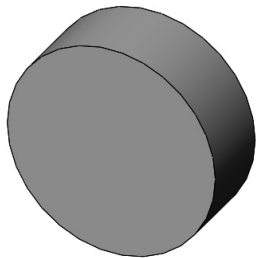

图 4-67 实体模型
- [1] 打开初始文件“Z4L9.prt”，实体模型如图 4-67 所示。